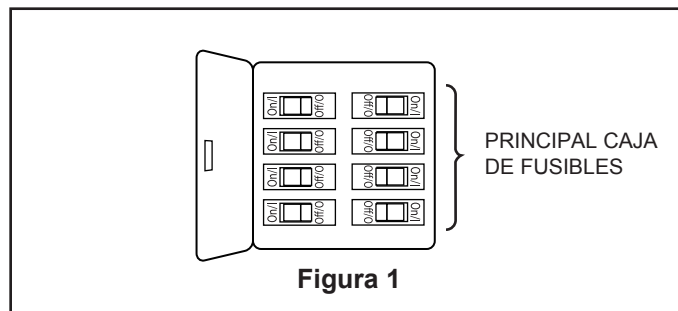

Figura 1
- ☐ 1. Instalación de la placa de la pared: (Figura 1)
Para evitar una posible descarga eléctrica, asegúrese de cortar la alimentación eléctrica de la caja de fusibles principal antes de cuando limpie su ventilador de techo. (Figura 1)